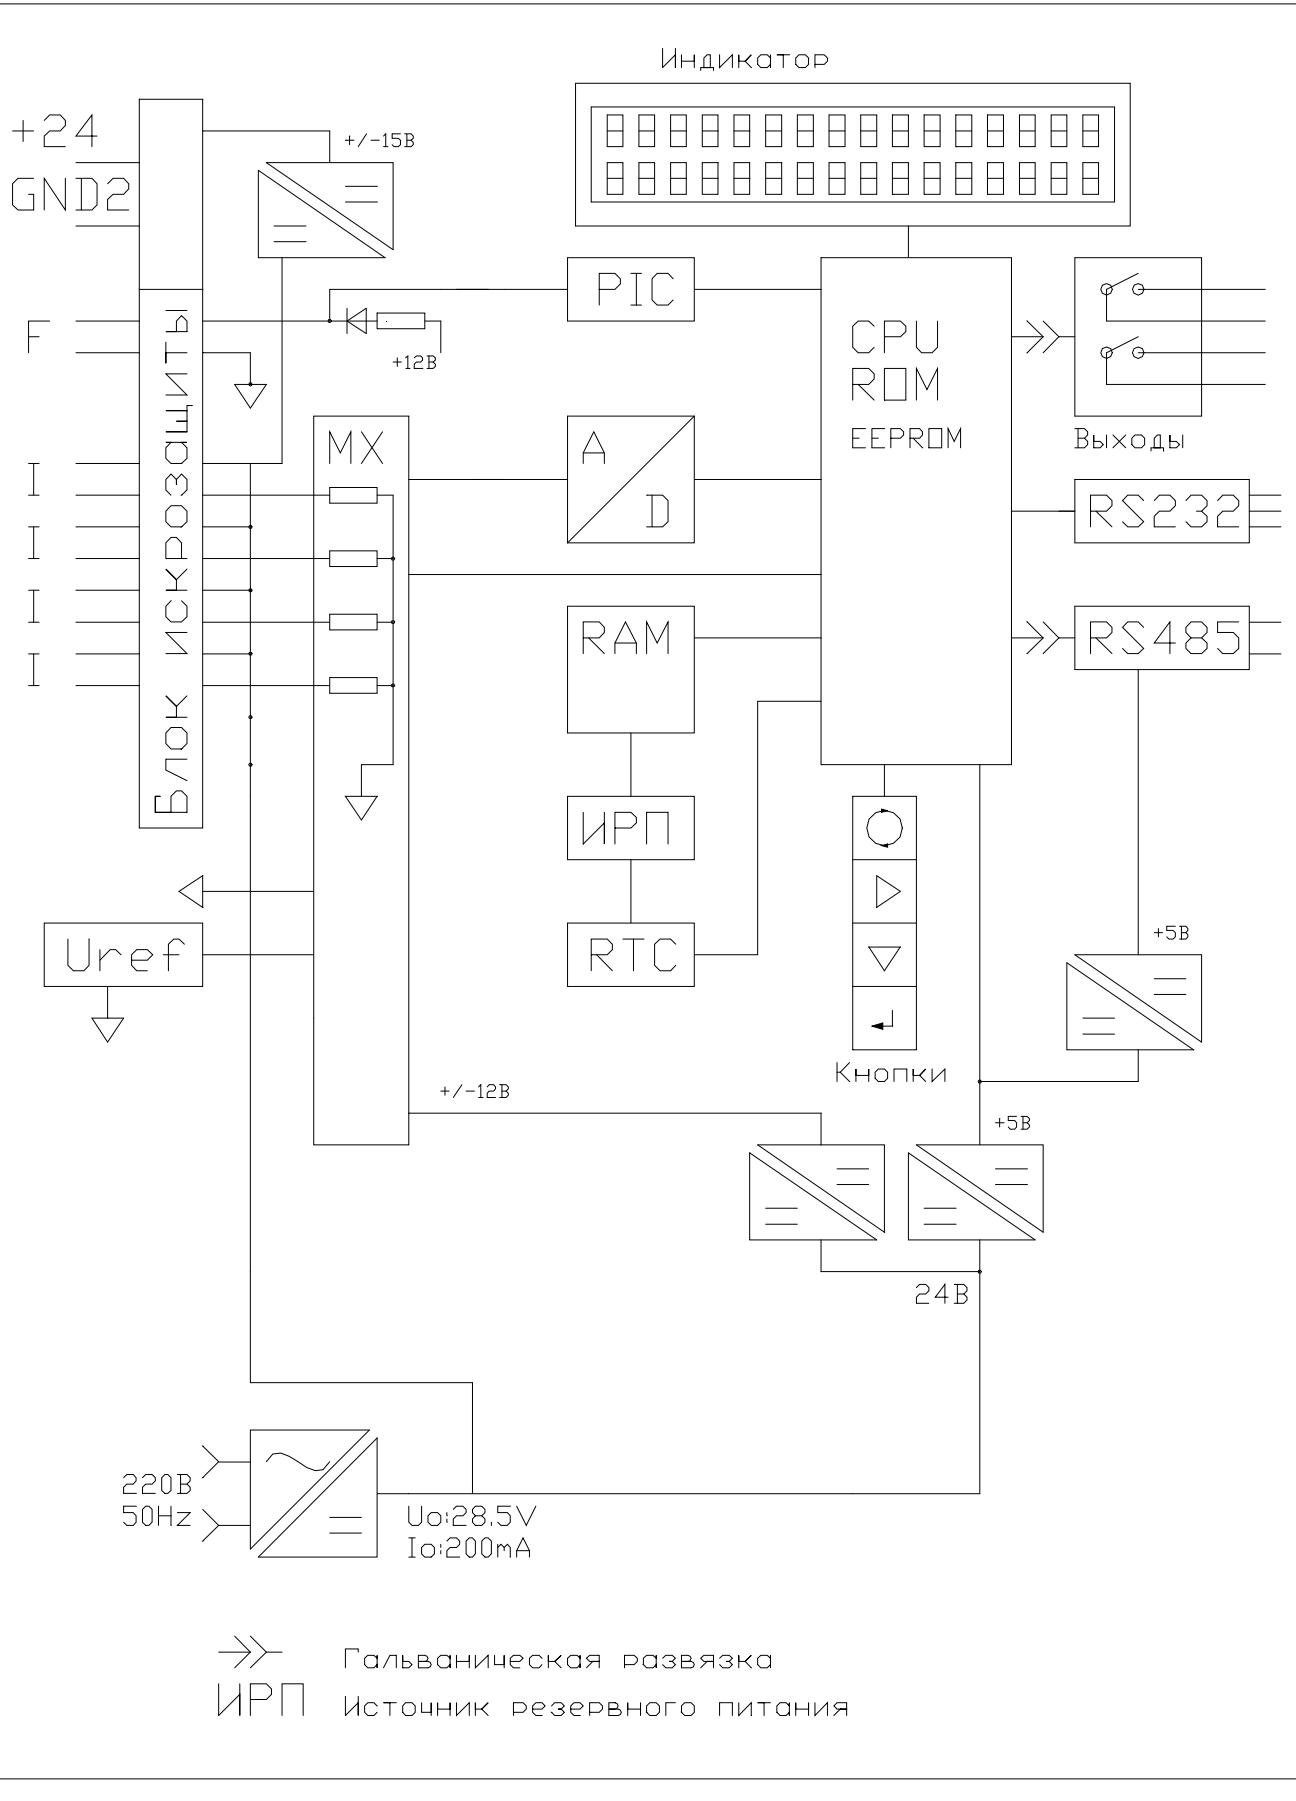

Рис. 1.1
1.4.1. Структурная схема прибора мод. «Ex» приведена на рис.1.1.